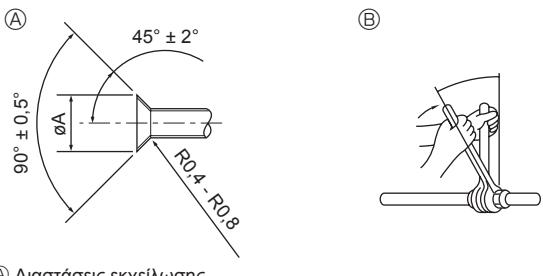

Fig. 7-1
- ▶ Συνδέστε τους σωλήνες υγρού και αερίου κάθε εσωτερικής μονάδας στις θέσεις σύνδεσης με τον ίδιο αριθμό όπως αναγράφεται στη διαπλατυσμένη ένωση εσωτερικής μονάδας κάθε κουτιού διακλάδωσης. Αν η σύνδεση δεν γίνεται στις σωστές θέσεις, δεν θα λειτουργήσει σωστά. (Fig. 7-1)